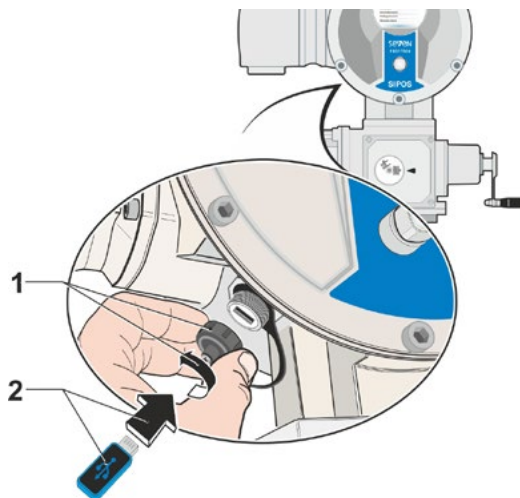

Рис. 1: Подключение USB-накопителя
- Отверните крышку с разъёма USB слева под блоком электроники (рис. 1, поз. 1).